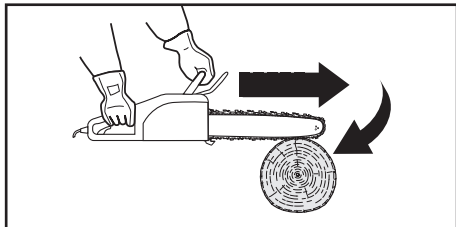

Fig. 24
1. Si la cadena se queda agarrada (8) a lo largo de la parte inferior de la espada (9), se produce una acción de tracción y el producto tira hacia adelante, en dirección contraria al operario (Fig. 24).